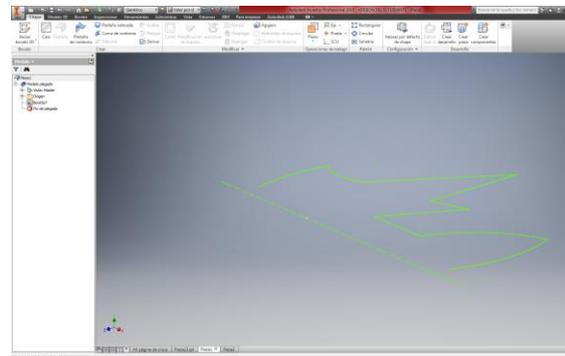

Ilustración 57. Perfil abierto. Curva de Contorno.
- El eje de rotación debe estar incluido en el boceto, tal y como se muestra en la *Ilustración 57*.